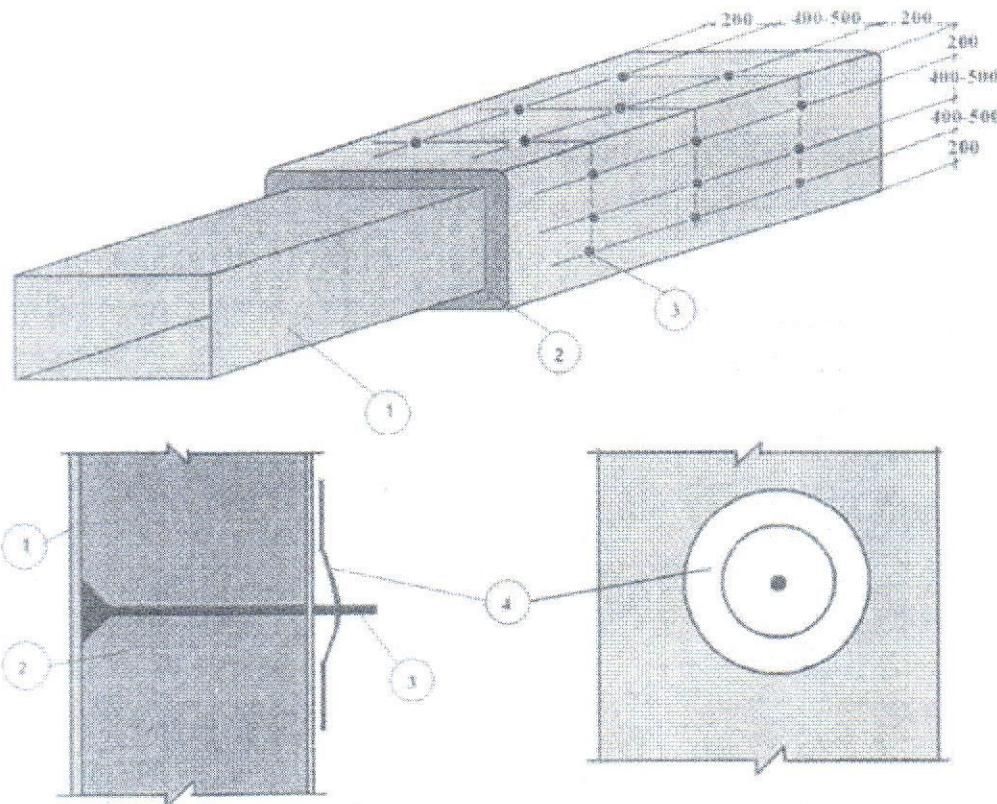

Рис.1. Крепление теплоогнезащитного покрытия «ОБМ-ТехВент» при помощи приварных штифтов.
- при помощи штифтов с шайбой - точки приварки штифтов устанавливаются, исходя из конструктивных особенностей воздуховода (размера сечения и конфигурации), и должны устанавливаться на расстоянии не более (400-500) мм друг от друга и не более 200 мм от края воздуховода (см.рис.1);